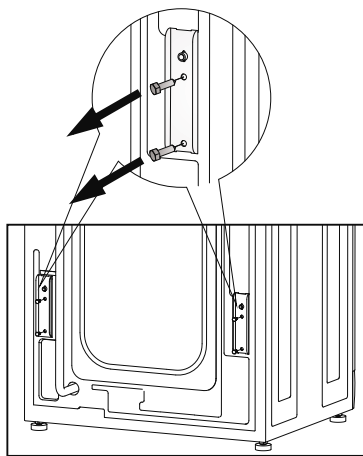
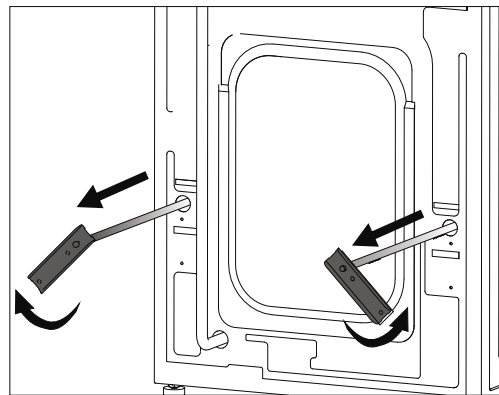
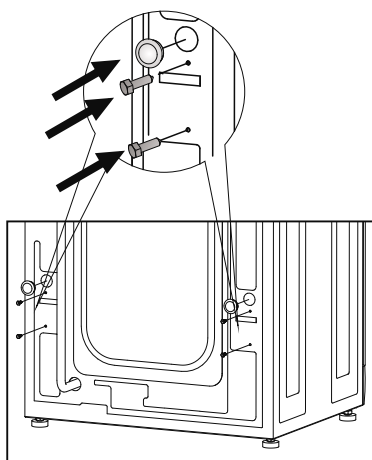
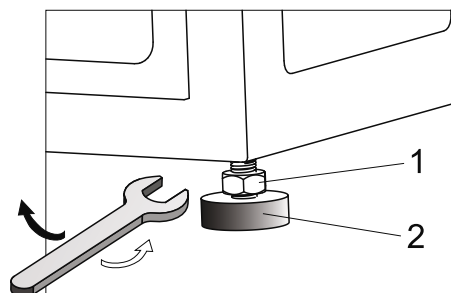

Fig.1
Fig.2
Fig.3
Fig.4
**Important:** L'intérieur de la laveuse se compose d'un tambour flottant qui est fixé avec des tiges d'expédition à l'arrière de l'armoire (Fig.1) pendant le transport. Avant de démarrer la machine, n'oubliez pas de retirer les tiges d'expédition (Fig.2) Fermez les trous laissés ouverts par les tiges avec les capuchons en plastique fournis (Fig. 3). Il est important que la machine soit parfaitement horizontale. Pour cette raison, la machine est équipée de pieds réglables utilisés pour niveler la machine avant utilisation (Fig.4).